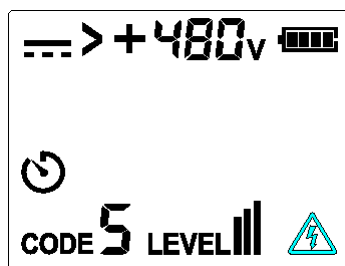

Figure 9.1g Mesure de la tension DC (>480V)
9. Lorsque la tension est comprise entre 8 V et 480 V DC/AC (50/60 Hz). Si la tension mesurée est supérieure à 480 V, l'affichage est conforme aux figures 9.1g, 9.1h et 9.1i.